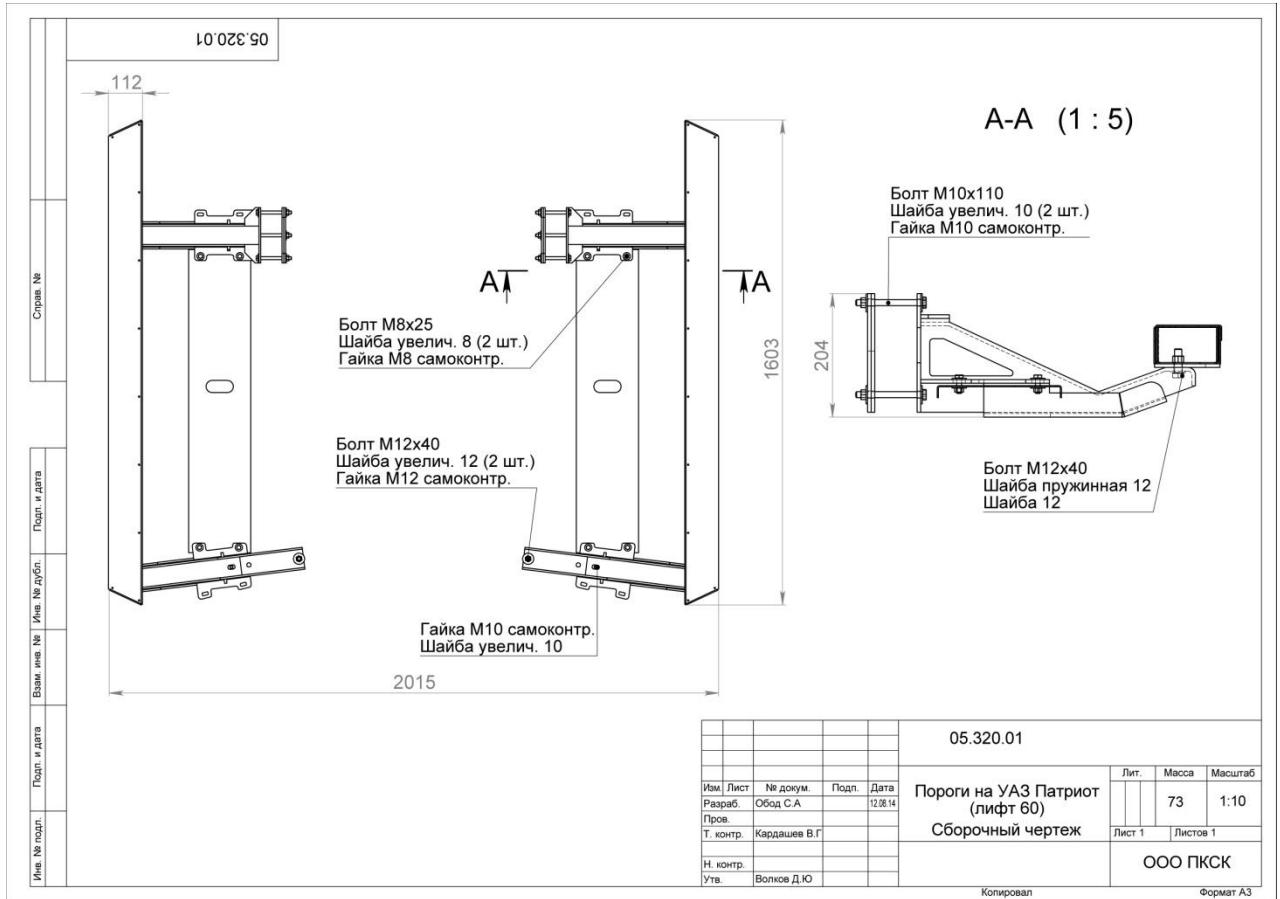

Рис. 2 Сборочный чертёж
- Установить передние кронштейны 2 в кронштейны лонжеронов рамы, на которые ставиться и фиксируется кузов автомобиля рис. 4, используя крепеж показанный на рис.2, затянуть его полностью.
- Задние кронштейны 3, установить на лонжероны рамы рис.5. Прижав их с обратной стороны лонжерона двумя прижимными пластинами 4 рис.6, используя крепеж показанный на рис.2, но обтянуть не полностью для того чтобы иметь возможность смещать кронштейн вдоль лонжерона.